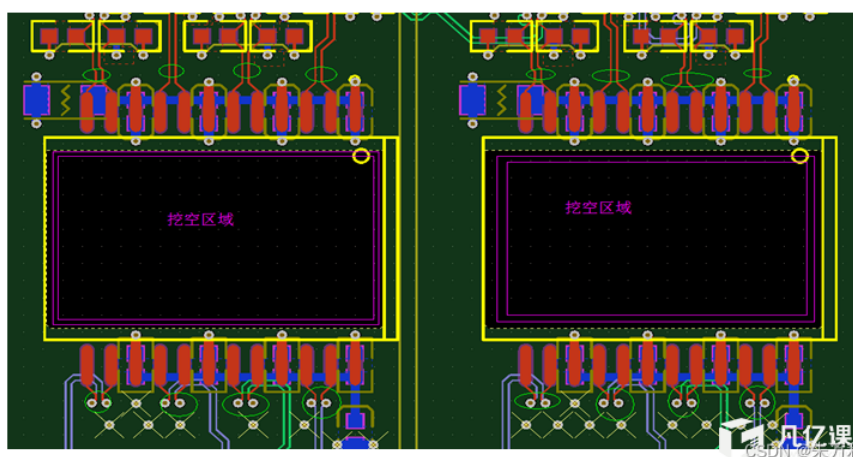

图9 变压器本体下面挖空
2) 考虑到变压器为干扰源, 变压器下面所有层需要进行挖空处理, 挖到变压器的丝印即可, 不用挖到焊盘, 如图9。